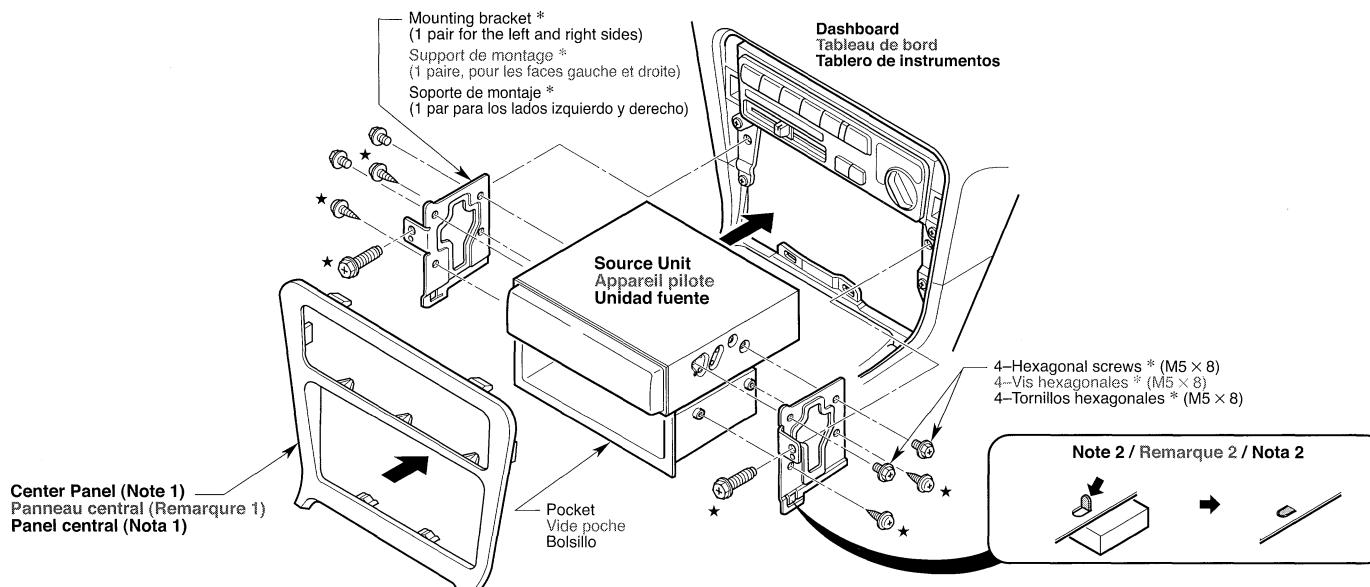

Figure 7 / Figure 7 / Figura 7
This unit is designed for fixed installation in the dashboard. If the vehicle is equipped with a factory-installed radio, install the source unit with the parts and screws marked (\*) (Figure 7). If the vehicle is not equipped with a factory-installed radio, obtain an installation kit to install the source unit in the following procedure.
Cet appareil est conçu pour une installation fixe dans le tableau de bord. Si le véhicule est équipé d'un auto-radio installé à l'usine, installer l'appareil pilote avec les pièces et les écrous marquées de (\*) (Figure 7). Si le véhicule n'est pas équipé d'un auto-radio installé à l'usine se procurer un kit d'installation pur installer l'appareil pilote avec la procédure suivante.
2. Secure the mounting brackets to the chassis as shown in Figure 7. Holes are pre-tapped for TOYOTA and NISSAN vehicles; modification, such as drilling new holes, of the mounting brackets may be required for other models.
2. Fixer le support de montage sur le châssis comme montré sur la Figure 7. Les trous sont pré-découpés pour les véhicules TOYOTA et NISSAN; des modifications du support de montage, comme le perçage de nouveaux trous, peuvent être nécessaire pour les autres modèles.